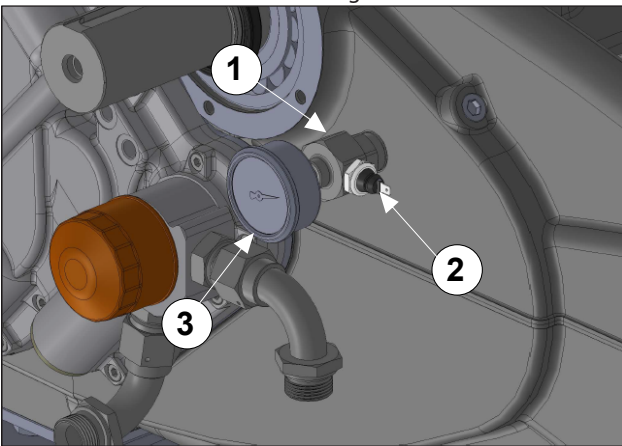

Abb. 133
Verwenden Sie LOX-EAL Dichtmasse 53-14 oder eine vergleichbare Masse zum Anfeuchten der T-Verschraubung (Pos. ①), des Verschlusses (Pos. ②) und des Manometers (Pos. ③) Abb. 133 und führen Sie die Montage aus.